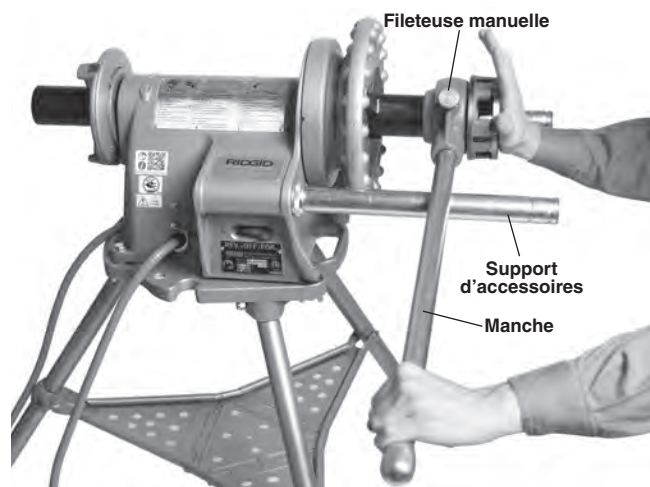

Figure 17 – Enfoncement de la fileteuse sur le tuyau pour engager les filières
Engagez la tête de filière sur l'extrémité du tuyau comme indiqué à la *Figure 17*. Reposez le manche de la fileteuse sur le support d'accessoires côté commutateur. Tenez le manche de la fileteuse dans votre main droite. Afin de limiter les risques de pincement, ne mettez ni votre main, ni vos doigts entre le manche de la fileteuse et le support d'accessoires. Appuyez le manche sur le support. Huilez l'extrémité du tuyau et les filières.
2. Utilisez la paume de votre main pour pousser la tête de filière contre l'extrémité du tuyau (*Figure 17*). Appuyez sur la pédale de commande. Ne portez ni gants, ni bijoux et n'utilisez pas de chiffon pour appuyer sur la tête de filière – ceci limitera les risques d'enchevêtrement et de blessure. Eloignez-vous du tuyau en rotation. Une fois les filières engagées, ils tailleront le filetage en avançant d'eux-mêmes le long du tuyau.